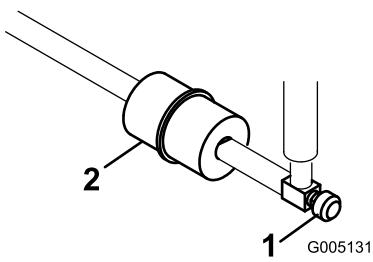

Bild 49
In die Kraftstoffleitung ist zwischen dem Kraftstofftank und dem Vergaser ein Filter eingebaut (Bild 49). Tauschen Sie diesen Filter alle 800 Betriebsstunden oder vorher aus, wenn der Kraftstofffluss beeinträchtigt wird. Stellen Sie sicher, dass der Pfeil am Filter vom Kraftstofftank weg ausgerichtet ist.
1. Schließen Sie den Kraftstoffhahn, lockern die Schlauchklemme an der Vergaserseite des Filters und ziehen die Kraftstoffleitung vom Filter ab (Bild 49).
2. Stellen Sie ein Auffanggefäß unter den Filter, lockern die verbliebene Schlauchklemme und entfernen den Filter (Bild 49).